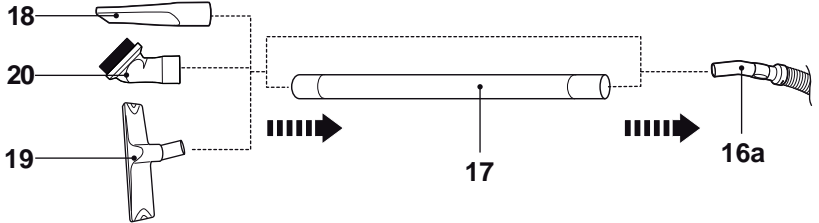

Fig. 16
> Conecte o(s) tubo(s) de extensão (17) e/ou acessório (18, 19, 20) no manípulo da mangueira (16a), se necessário (Fig. 16).